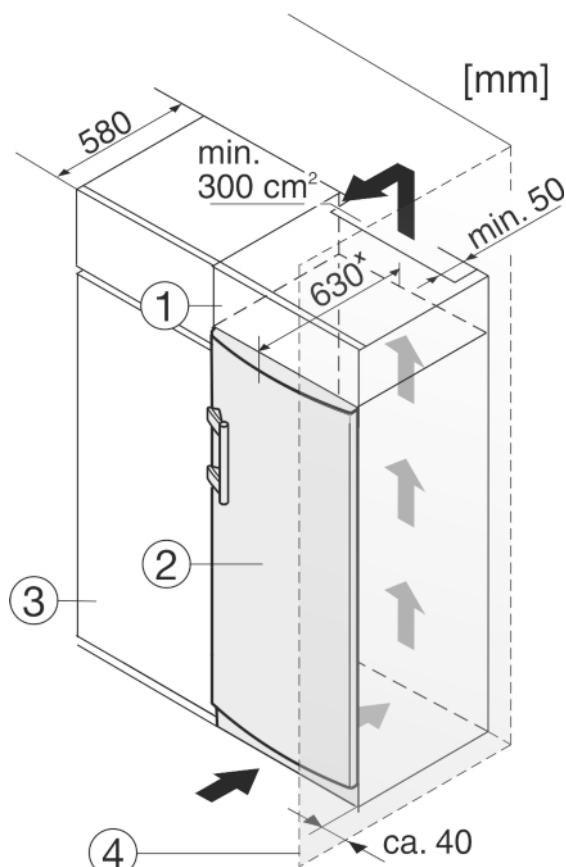

Fig. 11
Urządzenie może zostać obudowane szafkami kuchennymi. Aby dopasować urządzenie Fig. 11 (2) do wysokości ciągu szafek kuchennych, można nad urządzeniem umieścić odpowiednią szafkę nasadzaną Fig. 11 (1).
W przypadku obudowania szafkami kuchennymi (głębokość maks. 580 mm) urządzenie można ustawić bezpośrednio obok szafki kuchennej Fig. 11 (3). Urządzenie wystaje z boku o 34 mm^x i na środku urządzenia o 50 mm^x w stosunku do frontu szafek kuchennych.
Jeżeli urządzenie będzie ustawiane z zawiasami do ściany Fig. 11 (4), to pomiędzy urządzeniem i ścianą należy zachować minimalny odstęp, wynoszący 40 mm. Na taką odległość wystaje klamka przy otwartych drzwiach.